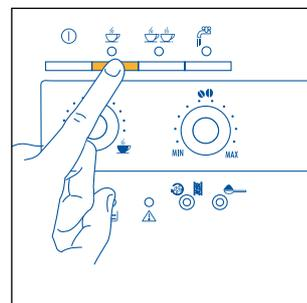
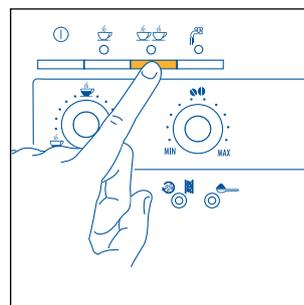

Fig. 12
Fig. 13
- 5) Appuyez sur la touche ☕ (fig. 12) si vous désirez faire un café ou sur la touche ☕☕ (fig. 13) si vous désirez faire 2 cafés. *La machine va maintenant moulinde les grains et exécuter une brève pré-infusion avant de compléter la sortie de café dans la tasse.*
NOTA 4: pendant que la machine fait le café, vous pouvez interrompre la sortie à tout moment en appuyant sur la touche ☺ (fig. 12) ou ☺☺ (fig. 13) précédemment sélectionnée.
NOTA 5 : dès que le café a fini de couler, si vous souhaitez augmenter la quantité, il suffit de maintenir la pression sur la touche ☺ (fig. 12) ou ☺☺ (fig. 13) précédemment sélectionnée jusqu'à obtenir la quantité désirée (cette opération doit être exécutée dans les 3 secondes après que le café a fini de sortir).